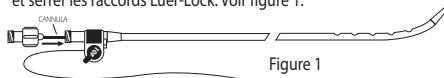

Figure 1
5. Slide pigtail straightener along distal portion of catheter to straighten curve prior to placing stiffening cannula into the catheter. Place the stiffening cannula into the catheter and tighten the luer lock fittings. See Figure 1.
- Faire glisser le redresseur de queue de cochon le long de la partie distale du cathéter pour redresser la courbe avant de placer la canule de renfort dans le cathéter. Placer la canule de renfort dans le cathéter et serrer les raccords Luer-Lock. Voir figure 1.